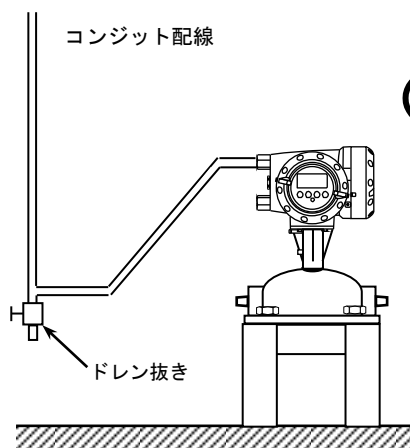

図 2.5a
- 5) コンジット配線を行う場合には図 2.5a に示すように配線接続口から下向きの傾斜を設けて、配線接続口にコンジットを通して水が流れ込まないようにしてください。